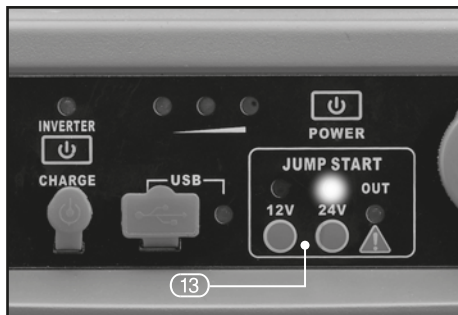

FIG.4
9.1 JUMP STARTING (FIGS.4 – 5)